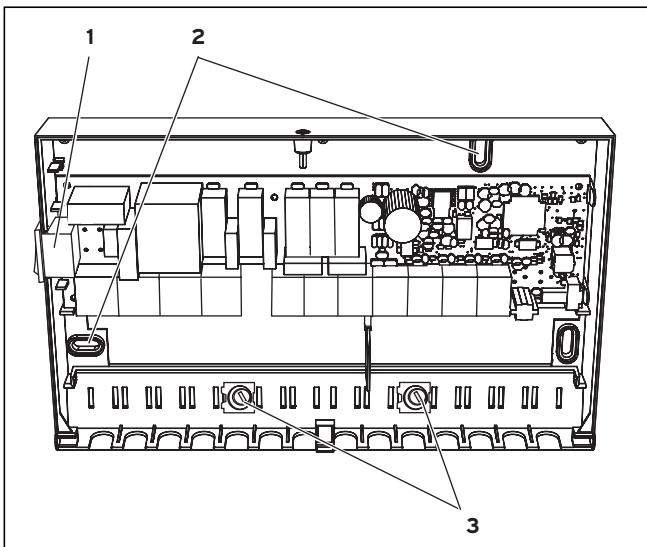

Abb. 5.2 Montage des Solarmoduls VR 68
- ⇒ Sichern Sie alle Leitungen mit den beiliegenden Kabelhalterungen (siehe Abb. 5.2).